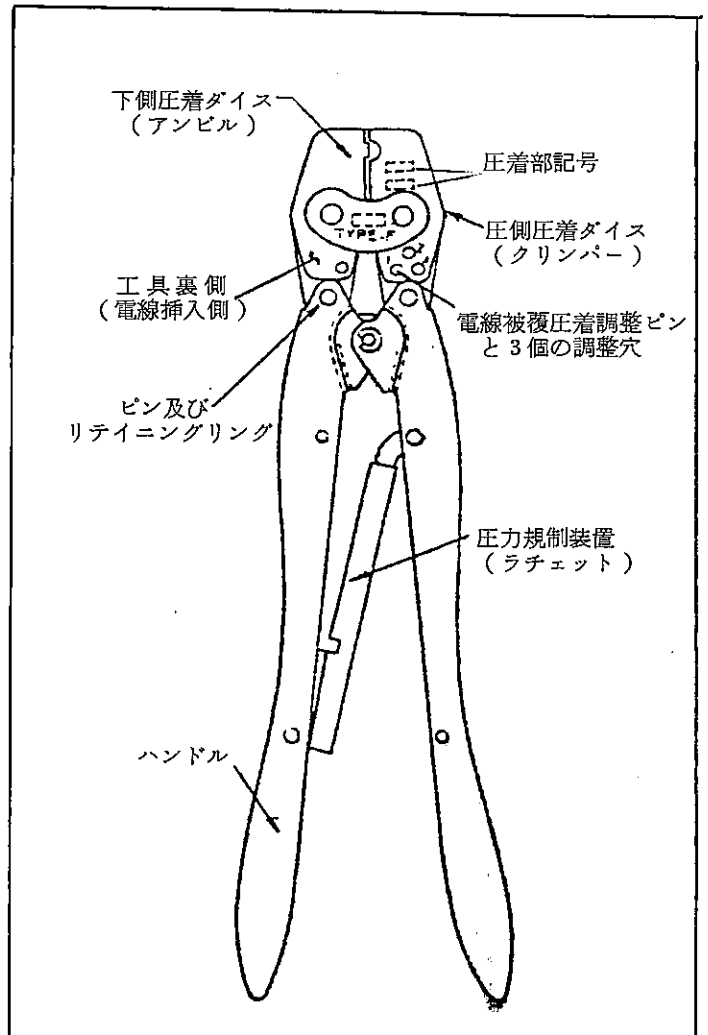

図 1
- (a) この工具(図1参照)は、表1に示す各種端子を撚線に圧着するのに使用されます。
- (c) 工具には図1に示すように、芯線圧着部が2箇所、INS圧着部が1箇所あり、芯線圧着部は使用端子に対する芯線圧着箇所を示しています(表1参照)。圧着箇所が違えば工具が損傷したり、圧着性能が低下しますので御注意ください。